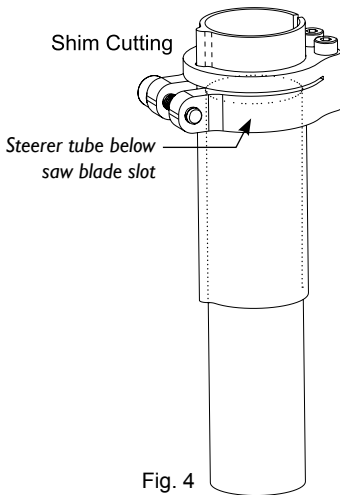

Fig. 4
- 4.Prema l'utensile per il taglio sopra lo spessore e il tubo di sterzo con la scanalatura della lama seghettata sulla marcatura (Fig. 4). Tagli lo spessore ATS usando un seghetto dalla lama di metallo. Tenga ferma la forcella con un dispositivo adatto che non danneggi il tubo di sterzo. Levighi la superficie tagliata. Usi un pennarello per annerire
4. 鎖上切割器,切口對齊切割線(Fig. 4)。固定前叉,使用鋸子切割。磨平切割面,再使用黑色麥克筆塗黑。